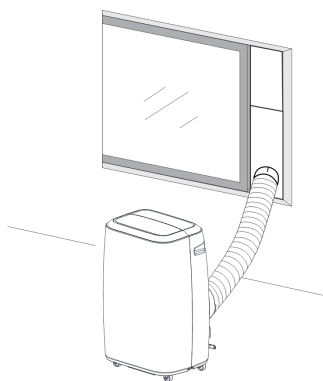

Рис. 5
2. Як показано на рис. 5 і 5a, встановіть шланг для відпрацьованого повітря і відрегулюйте положення віконного адаптера.